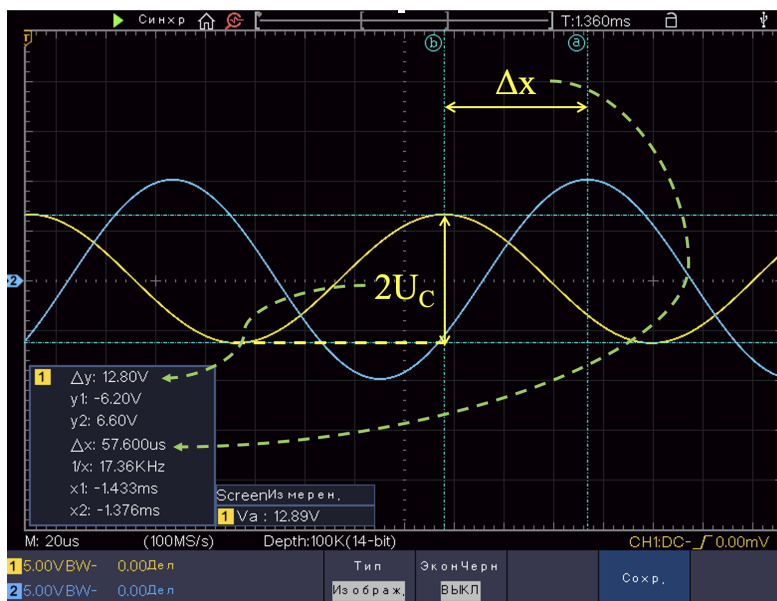

Рис. 3: Осциллограмма вынужденных колебаний. Желтая кривая — зависимость напряжения на конденсаторе. Синяя кривая — выходящий сигнал генератора
**Рекомендация.** На рис. 3 приведена характерная осциллограмма для наблюдения вынужденных колебаний в колебательном контуре. Жёлтая синусоида соответствует вынужденным колебаниям в контуре. Синяя синусоида — колебаниям на выходе генератора. **Важно(!):** убедитесь, что по вертикале оба синусоидальных сигнала отцентрированы на нулевом уровне. Изменяя частоту сигнала генератора снимите зависимость напряжения  $U_C$  на конденсатора и сдвиг фазы  $\Delta\varphi$  от этой частоты. Учитывайте, что  $\Delta\varphi = 2\pi\nu \cdot \Delta x$ . Обратите внимание, что временной сдвиг на экране осциллографа обозначается символом  $\Delta x$ . Этот сдвиг можно достаточно точно измерить с помощью "курсорных линий" осциллографа для оси X. Так, например, на рис. 3 на экране осциллографа в левом нижнем углу  $\Delta x = 57.6\text{мкс}$ . При определении  $U_C$  для повышения точности следует измерять удвоенную амплитуду  $U_C$ , для этого также можно использовать "курсорные линии" для вертикальной развертки или измерять по делениям экрана осциллографа.